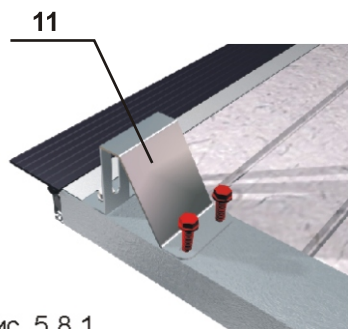

Рис. 5.8.1
Перед началом крепления верхних регулируемых опор с держателем роликов (11) выполните их разборку, отвернув держатель ролика (Рис. 5.8.1). Затем надо привернуть кронштейн опоры саморезами по отверстиям, просверленным на заводе-изготовителе (Рис. 5.8.1). Далее надо установить и закрепить держатель ролика при помощи двух болтов с гайками, как показано на рис.5.8.2.